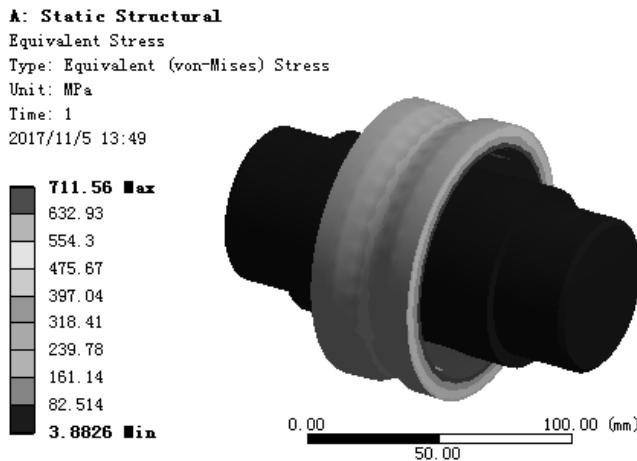

图 7.6.36 总应力结果图解
(1) 求解分析。在顶部工具栏中单击 **Solve** 按钮求解分析。
(2) 查看应力结果图解，在“Outline”窗口中选中 Equivalent Stress，查看图 7.6.36 所示的总应力结果，其最小应力为 3.8826 MPa，最大应力为 711.56 MPa。